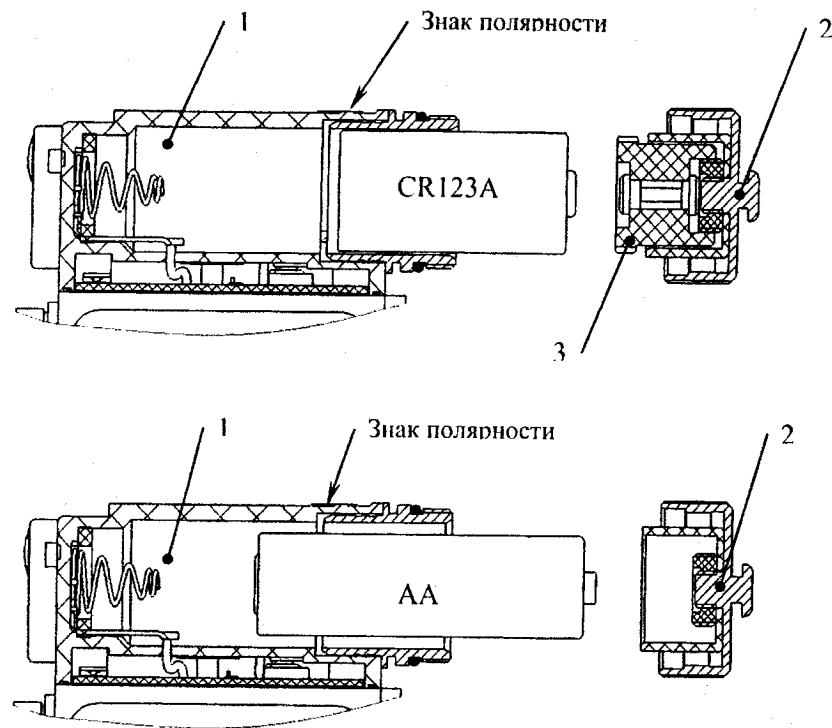

Рис. 6. 1 — отсек питания; 2 — крышка; 3 — втулка
5.1.2 Установить батарею в отсек питания монокуляра. Схемы установки батарей типоразмеров CR123A и AA представлены на рис. 6.